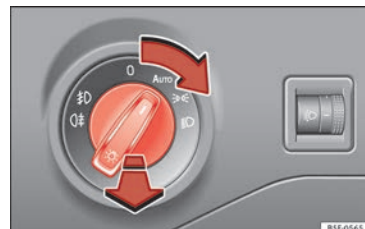

Fig. 36 Tablero de instrumentos: mando de las luces.
- Gire el interruptor hacia la posición deseada » » fig. 36.